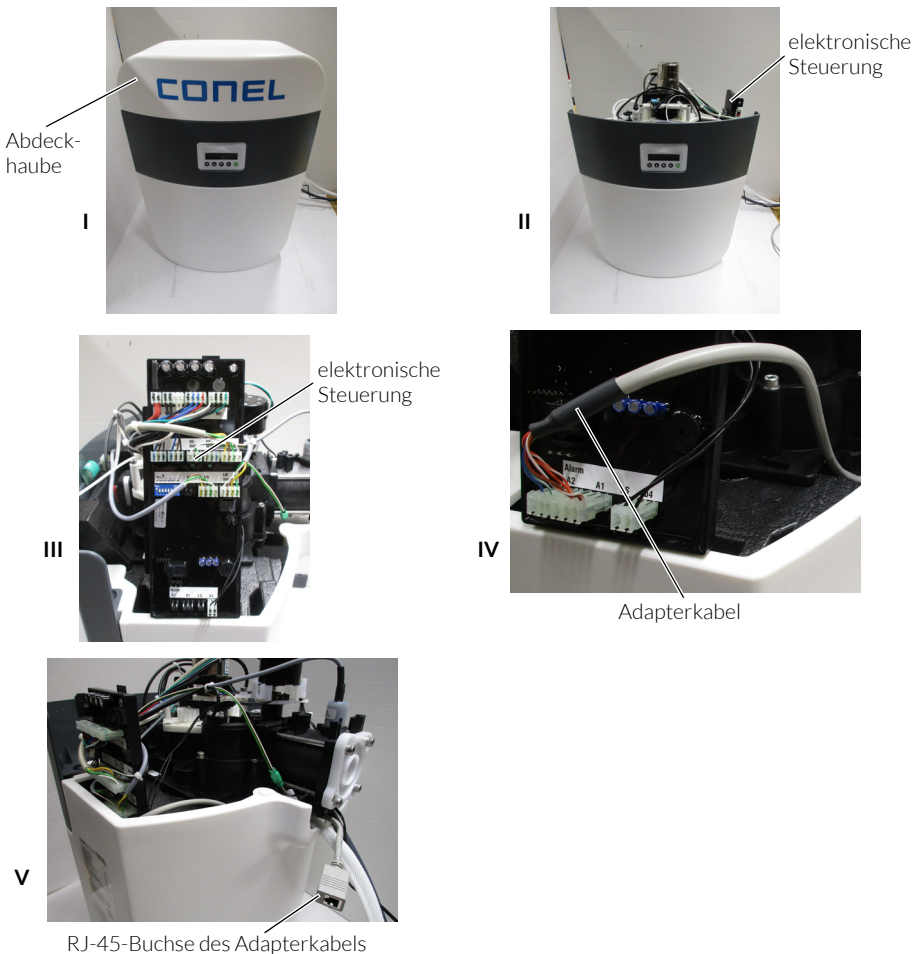

Abb. 4: Anschluss des Adapterkabels an CLEAR SOFT TWIN
- / Abdeckhaube nach oben abnehmen (siehe Abb. 4 I und 4 II).
- / Elektronische Steuerung aus ihrer Halterung herausziehen (siehe Abb. 4 III).
- / Die beiden Stecker des Adapterkabels auf die Steckplätze A1 und A2 der elektronischen Steuerung stecken (siehe Abb. 4 IV).
- / Elektronische Steuerung wieder in ihre Halterung stecken (siehe Abb. 4 V).
- / Adapterkabel nach hinten aus dem Gerät führen (siehe Abb. 4 V) und mit Kabelbinder sichern.